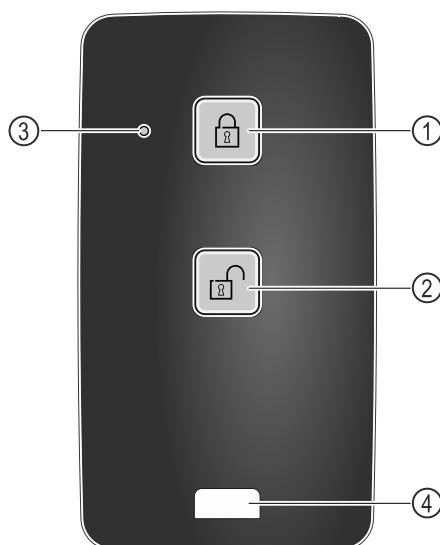

Fig. 212
- (1) Blokiranje brave
- (2) Deblokiranje brave
- (3) Žaruljica stanja
- (4) Očica za vezanje
- ▶ Pritisnite tipku Fig. 212 (1) na daljinskom upravljaču.
- ▶ Pritisnite tipku Fig. 212 (2) na daljinskom upravljaču.
- ▶ Žaruljica stanja Fig. 212 (3) daje vizualnu povratnu informaciju kada se neka tipka pritisne.
- ▶ Uporabite očicu Fig. 212 (4) za vezanje daljinskog upravljača, na primjer na snop ključeva.